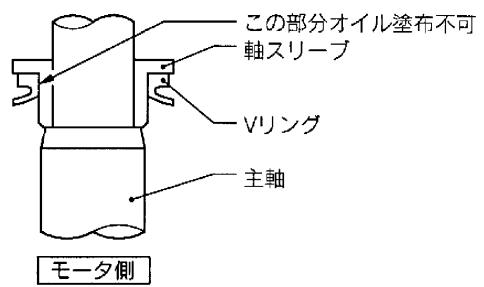

図1
(1) ゴム製部品（羽根車・ポンプケーシング・サクションカバー）は、砂等の付着物をあらかじめ取り除いたうえで組み立ててください。
(2) Vリングは図1のように軸スリーブの外側へ装着してください。なお、装着時、軸スリーブとの接合面へはオイル等を塗布しないように注意してください。